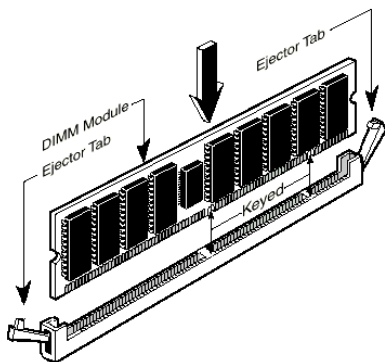

Abb. 2-4. Installation der Speichermodule
Schritt 5. Das DIMM-Modul wie in der Abbildung gezeigt in die Erweiterungssteckfassung einschieben. Auf die Verzahnung des Moduls zur Übereinstimmung mit der Steckfassung achten. In der Abbildung 2-4 sind Einzelheiten dargestellt. ***Dadurch wird sichergestellt, daß das DIMM-Modul nur in eine Richtung in die Fassung einmontiert werden kann.*** Das DIMM-Modul fest in die DIMM-Fassung eindrücken und sicherstellen, daß das Modul fest in der DIMM-Steckfassung sitzt.